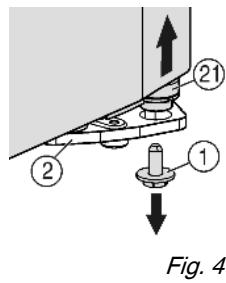
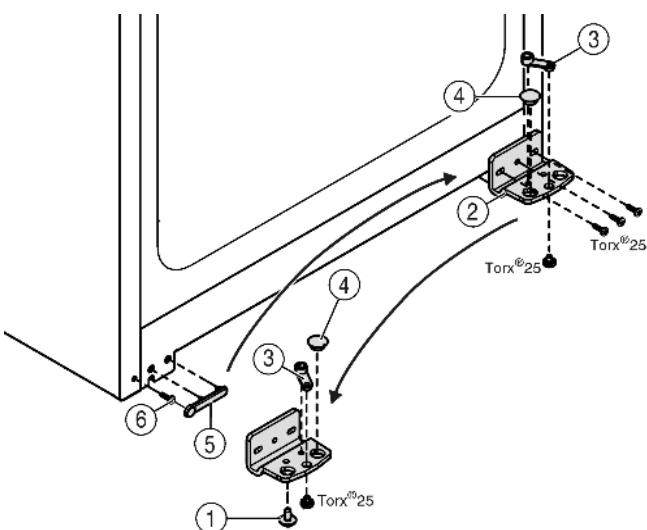

Fig. 4
Fig. 5
- Vpravo dole na stojanu ložiska vyšroubujte pojistný šroub Fig. 4 (1).
- Ložiskový čep Fig. 4 (21) se uvolní ze stojanu ložiska Fig. 5 (2).
- Jestliže se ložiskový čep Fig. 4 (21) neuvolní, vytlačte čep zdola.
- Našroubujte stojan ložiska Fig. 5 (2).
- Našroubujte ložiskový díl Fig. 5 (3) a přemístěte do protilehlého upínacího otvoru stojanu ložiska, opět přišroubujte.
- Vyjměte ze stojanu ložiska zátku Fig. 5 (4) a nasadte do protilehlého upínacího otvoru stojanu ložiska.
- Opatrně zvedněte kryt Fig. 5 (5) na straně madla.
- Vyšroubujte šroub Fig. 5 (6) a na protější straně ho opět nasadte.
- Kryt Fig. 5 (5) opět nasadte.
- Přišroubujte opět stojan ložiska Fig. 5 (2) na novou stranu závěsu (**silou 4 Nm**), příp. pomocí akumulátorového šroubováku.
- Zašroubujte a dotáhněte pojistný šroub Fig. 4 (1) dole do ložiskového čepu (**silou 4 Nm**).